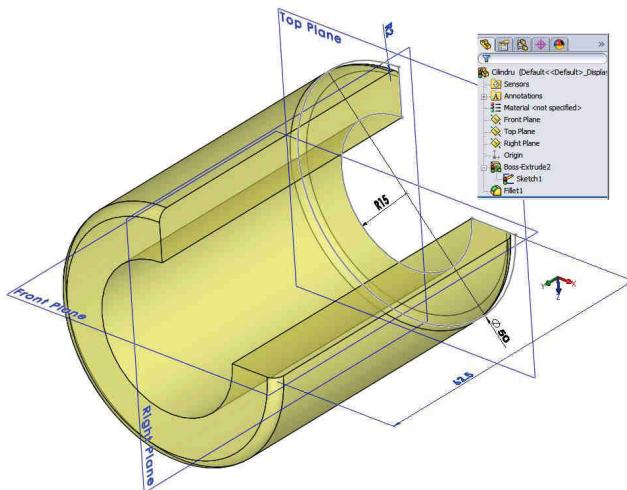

Fig. 17.19
Dimensiunile cilindrului, fig. 17.19, sunt  $\phi 50 \times \phi 30 \times 62.5 \times R2$ . Se va crea un nou “part” document și se va salva sub numele de **Cilindru**.
The cylinder dimensions, fig. 17.19, are  $\phi 50 \times \phi 30 \times 62.5 \times R2$ . Create a new part document and save it as **Cilindru**.
Asupra entității **Boss-Extrude1** se vor aplica două racordări cu razele R2, fig. 17.19.
- Selectie două muchii din fig. 17.19.
The fillet with the R2 radius is applied at the two edges of the **Boss-Extrude1** feature, fig. 17.19.
- Select the two edges from fig. 17.19.